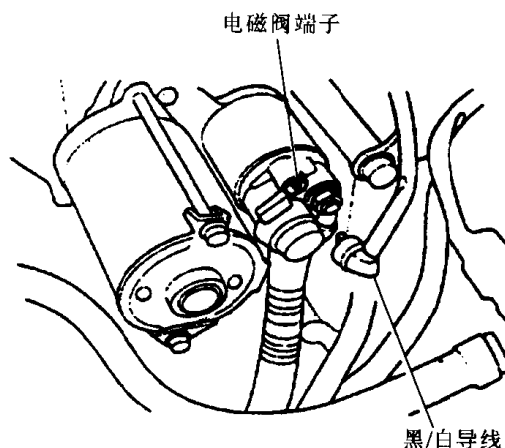

图 1-1-4 跨接正极接线柱与电磁阀端子
5. 用一条跨接线连接电瓶正极接线柱与电磁阀端子（图 1-1-4）。这时，起动机应能起动发动机。